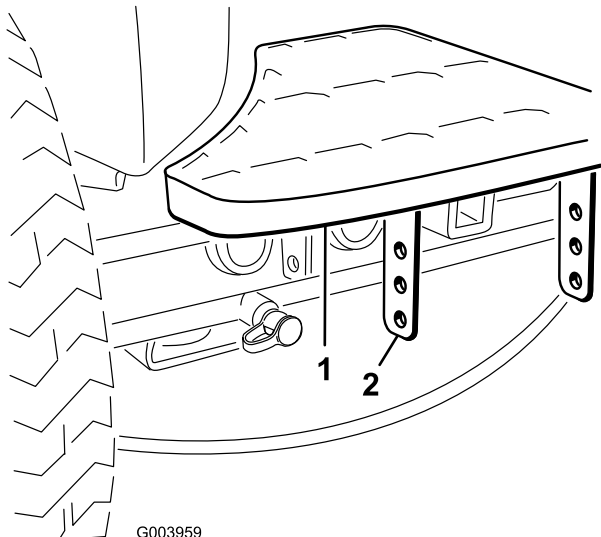

Figura 2
1. Retire os 2 parafusos e porcas que prendem os suportes do degrau à estrutura da unidade de tração (Figura 2).